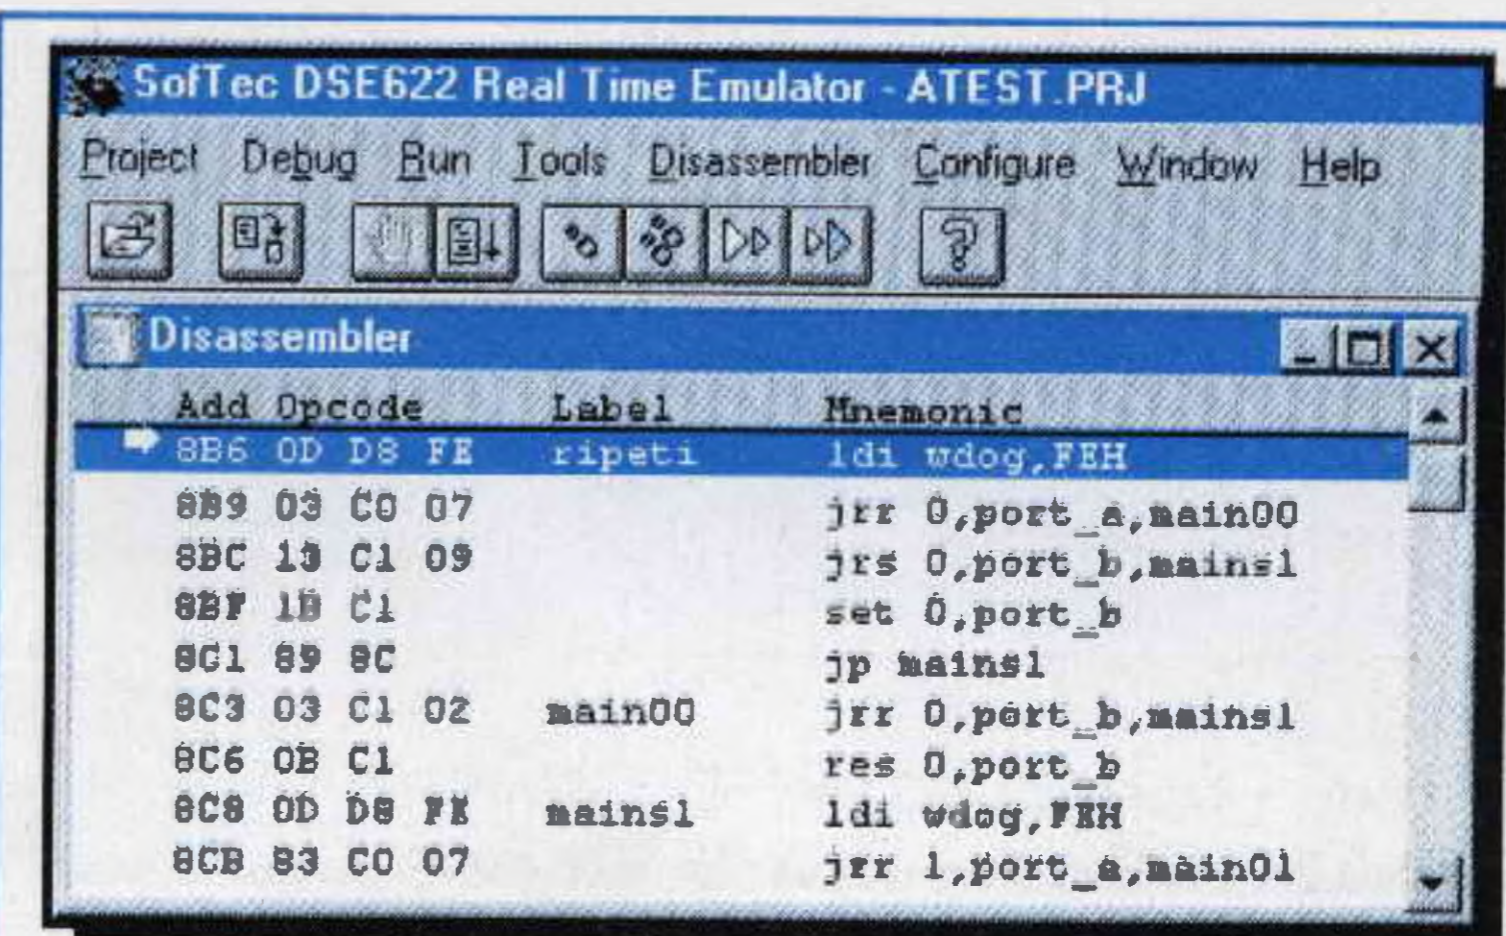

Fig.85 Il programma è fermo su "ripeti".
- Ponete il cursore su **ripeti** e cliccate, poi cliccate su **OK** e vedrete apparire la finestra di fig.85. Noterete che la prima riga in alto è ferma sull'etichetta **ripeti**.
Per uscire cliccate su **OK** e nella successiva maschera cliccate nuovamente su **OK**: apparirà così la maschera di fig.85.
Per verificarlo dovrete sempre far ripartire il programma dell'etichetta **ripeti** (vedi fig.85).